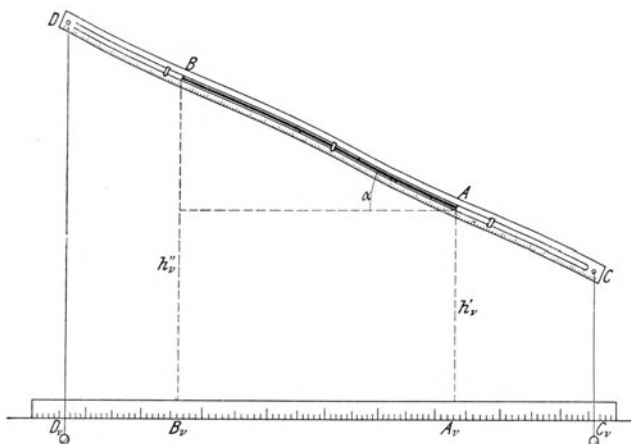

Fig. 89.
e) Miß genau mit Maßstab und Reißschiene oder Lot, wie hoch die Enden  $A$  und  $B$  des Quecksilberfadens über dem Tisch liegen (Fig. 89). Die Höhen seien  $h'_2$  und  $h''_2$  cm. Der Unterschied
n) Stelle die Röhre so auf, daß der Maßstab mit der Tischkante gleich läuft und etwas darüber hinausragt. Hänge an den Enden  $C$  und  $D$  (Fig. 89) des Maßstabes Lote auf und lege auf den Tischrand einen zweiten Maßstab.